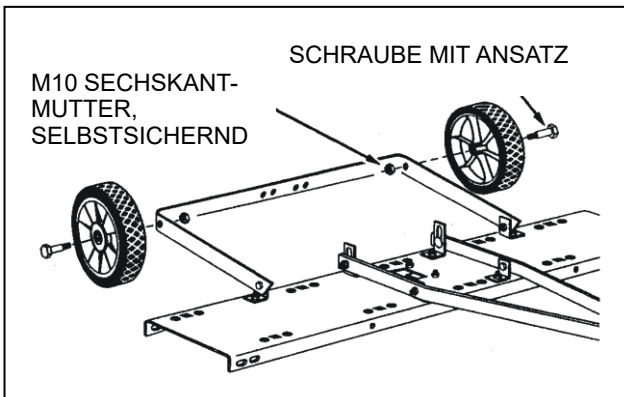

ABB. 6
12. Schrauben Sie die Räder mithilfe der zwei Radbolzen und zwei selbstsichernden Sechskantmutter M10 an den Radhalter an. Ziehen sie alles fest. Siehe Abb. 6.